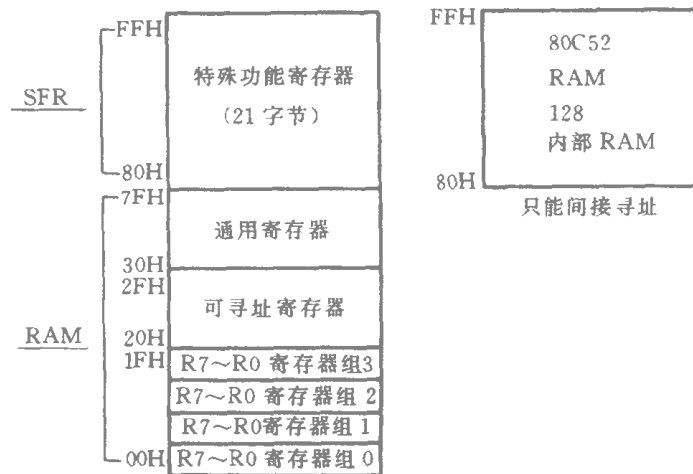

图 2-4 片内数据存储结构
片内数据存储器还划分通用存储区，可位寻址区，寄存器组区和 SFR 区，如图 2-4 所示。还要注意两点：累加器 Acc，寄存器 R0~R7 和输入输出端口都对应有 RAM 的地址，并且可象使用 RAM 一样按地址访问，对任一寄存器可以有多种寻址方式去访问；②
如图 2-4 所示在 00H~7FH 的 128 个 RAM 中，还将 00H~1FH 作为寄存器 R0~R7，共分四组。使 20H~2FH 具有位寻址的功能，另设位地址 00H~7FH。将 30H~7FH 作为一般通用 RAM，一般将堆栈安排在这个区的高端，如 60H~7FH。将 80H~FFH 作为 SFR 区。下面详细介绍这些内容。